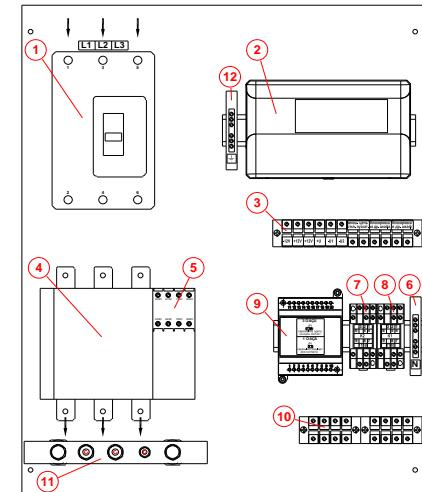

Рис. 3. Внешний вид монтажной панели исполнения ШУЭ-55-ХРА6
- сетевого автоматического выключателя типа ВА-47-19 или аналогичного (1) (см. рисунки 2,3);
- модуля неадресных шлейфов МШ4-4 (2);
- пускателя электромагнитного серии ПМЛ или аналогичного (4);
- приставки к пускателю (5);
- клеммной колодки (6), объединяющей нейтраль (N) внутри ШУЭ;
- модуля контроля фаз (9);
- шины подключения нейтрали внешней нагрузки ШУЭ-55-ХРА6 (11) (см. рисунок 3);
- шины заземления (12);
Примечание: схема подключения ШУЭ-55-ХРА6 аналогична с учетом другого расположения конструктивных элементов (см. рисунок 3)
Для ШУЭ-55-ХРА6 подключить ноль электрической сети переменного тока (N) и нулевой провод внешней нагрузки к шине подключениянейтрали внешней нагрузки (11) (см. рисунок 3).